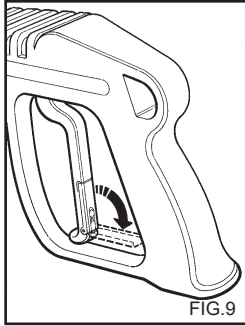

FIG.9
- Quand le nettoyeur haute pression n'est pas utilisé, fermer le dispositif de sécurité de la poignée (fig. 9).